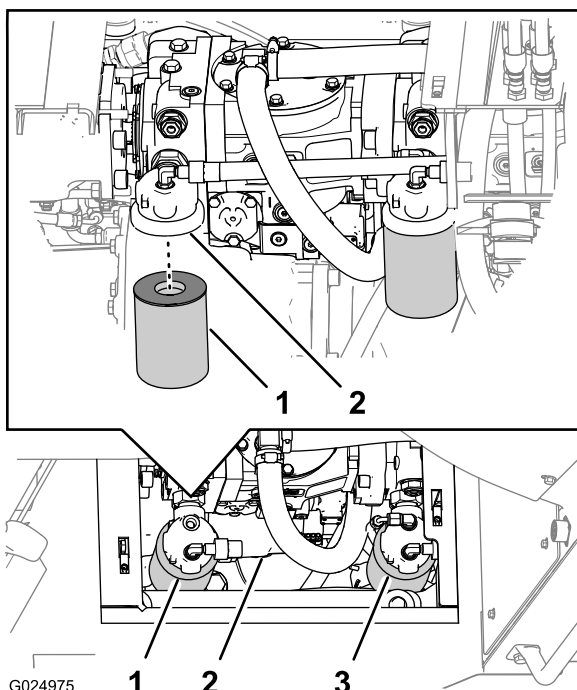

Figura 111
Nota: Puede tener acceso al filtro hidráulico de carga desde debajo del lado derecho de la máquina, detrás del depósito de aceite hidráulico (Figura 111).
2. Coloque un recipiente debajo del filtro hidráulico de carga (Figura 111).
3. Gire el filtro hidráulico de carga en sentido antihorario y retire el filtro (Figura 111).